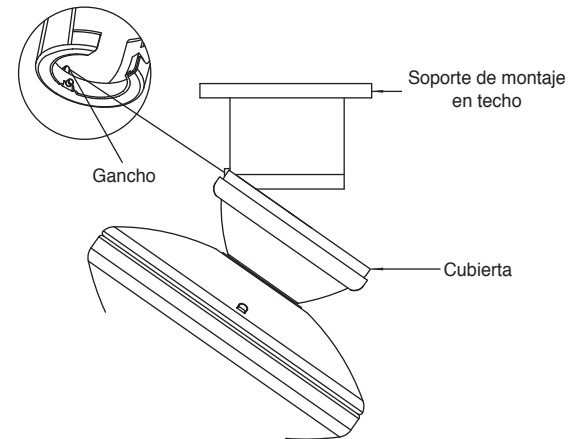

Fig. 9
**Paso 6.** Cuelga el ventilador en el gancho del soporte de montaje. Asegúrate de que la cubierta esté bien asegurada en el gancho como se muestra en la Fig. 9. Esto te permitirá hacer las conexiones eléctricas.